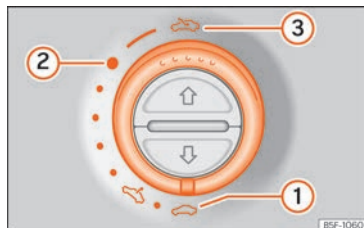

Fig. 110 En el revestimiento interior del techo: gire el conmutador para abrir y cerrar.
- Abrir: gire el conmutador hacia la posición » fig. 110 ③.
- Posición de confort: gire el conmutador hacia la posición » fig. 110 ②.
- Cerrar: gire el conmutador hacia la posición » fig. 110 ①.
- El conmutador » » » **fig. 110** debe estar en la posición de "cerrado" **①**.